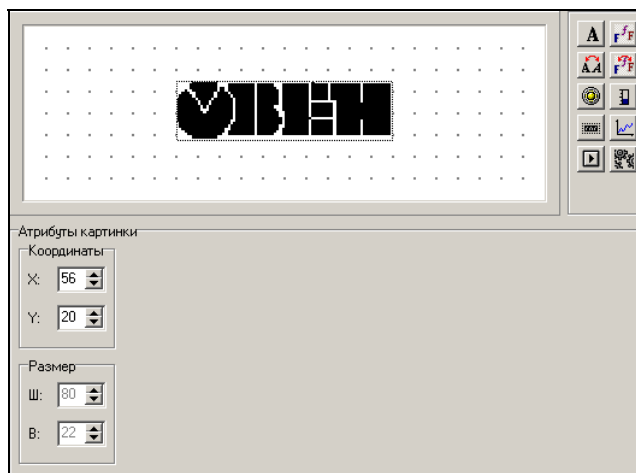

Рис. 4.18. Рисунок
1. Нажать кнопку . Откроется стандартное окно выбора файла. В этом окне нужно выбрать требуемый файл, заранее созданный в графическом редакторе, и нажать кнопку «Открыть». Выбранный рисунок отобразится в области редактирования экрана (см. рис. 4.18).